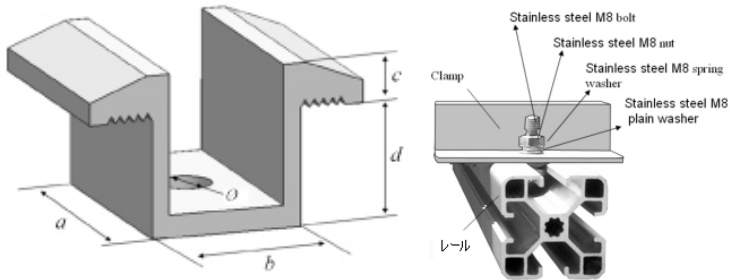
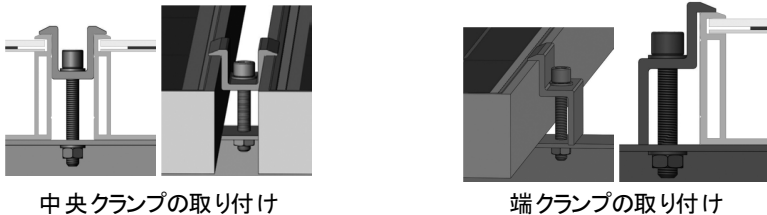

図 3: 中央クランプ(左)と側面クランプ(右)
図 4: 端クランプと中央クランプの取り付け
中央のクランプの寸法:  $a \geq 40 \text{ mm}$ 、 $b \geq 26 \text{ mm}$ 、 $c = 8 \text{ mm}$ 、 $d \geq 28 \text{ mm}$ 、および  $\varnothing = 9 \text{ mm}$ 。図 3 を参照してください。
4. 中央クランプと側面クランプのクローズアップはそれぞれ図 3 および図 4 に示されています。